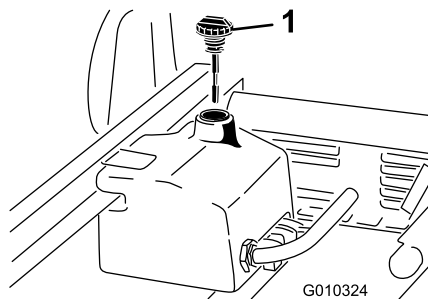

Bild 65
4. Reinigen Sie den Bereich um den Füllstutzen und den Deckel des Hydraulikbehälters (Bild 65).
6. Entfernen Sie den Peilstab (Bild 65) aus dem Füllstutzen und wischen ihn mit einem sauberen Lappen ab.